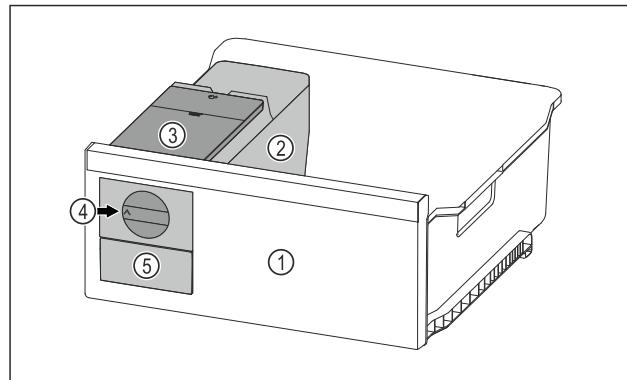

Fig. 90 Ilustrační zobrazení
- Otočte otočný knoflík Fig. 90 (4) ve směru hodinových ručiček až na doraz.
- Kostky ledu padají z misky na kostky ledu do zásuvky na kostky ledu Fig. 90 (5).